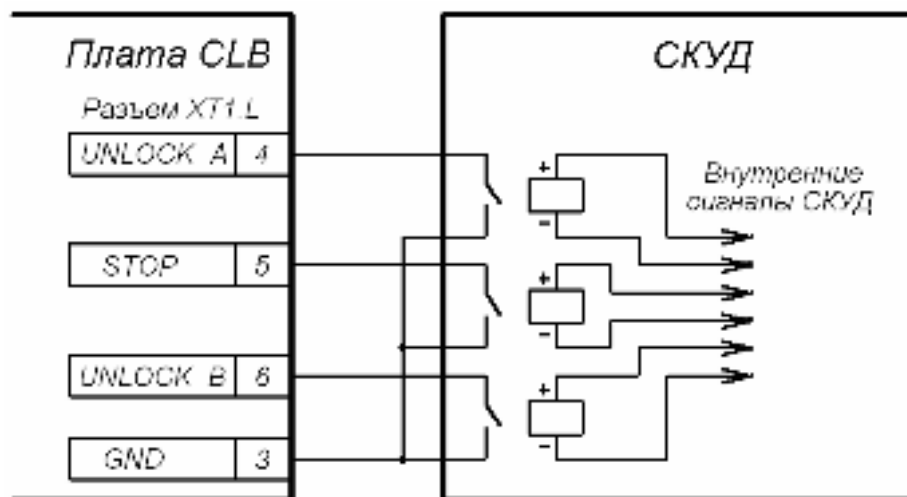

Рисунок 5 Управляющие элементы внешнего устройства: нормально разомкнутый контакт реле.
5.4.2 Управление турникетом осуществляется подачей на контакты клеммной колодки XT1.L *Unlock A*, *Stop* и *Unlock B* сигнала низкого уровня относительно контакта *GND*, при этом управляющим элементом могут быть нормально разомкнутый контакт реле или схема с открытым коллекторным выходом. Аварийная разблокировка турникета осуществляется снятием с контакта *Fire Alarm* сигнала низкого уровня относительно контакта *GND*, при этом управляющим элементом может быть нормально замкнутый контакт реле или схема с открытым коллекторным выходом (см. рис. 5, 6).